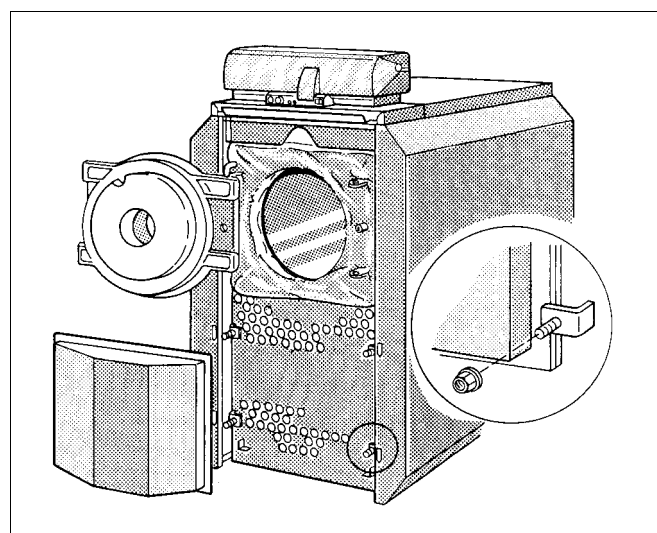

Рис. 29 Проверка/осмотр
- Ослабьте винты от зажимных уголков, поверните уголки и снимите крышку (рис. 29).
- Установите крышку и закрепите зажимными уголками (рис. 29).
4	Снять передние части облицовки, открыть дверцу горелки (рис. 29)